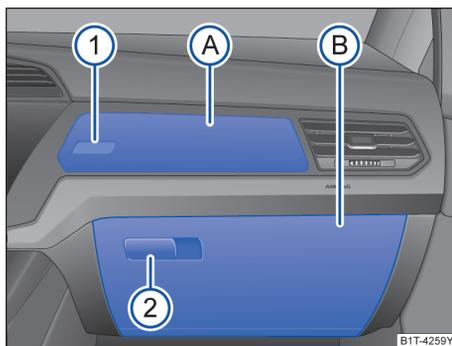

图 188 副驾驶侧的储物盒
如果要打开上部储物盒→图 188(A)，按下按钮①。
要打开时拉动开启把手→图 188(2)。